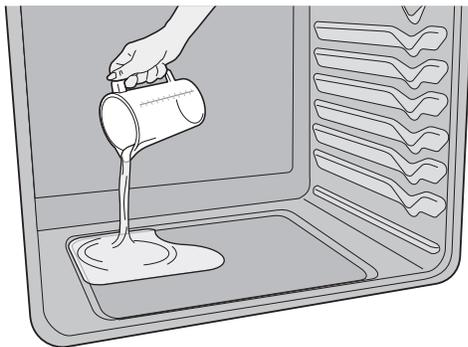

Figure 15 : Ajouter 235 ml (8 oz) d'eau distillée
3. Versez 235 ml (8 oz) d'eau distillée ou filtrée sur la sole du four (voir Figure 15). Fermez la porte du four.